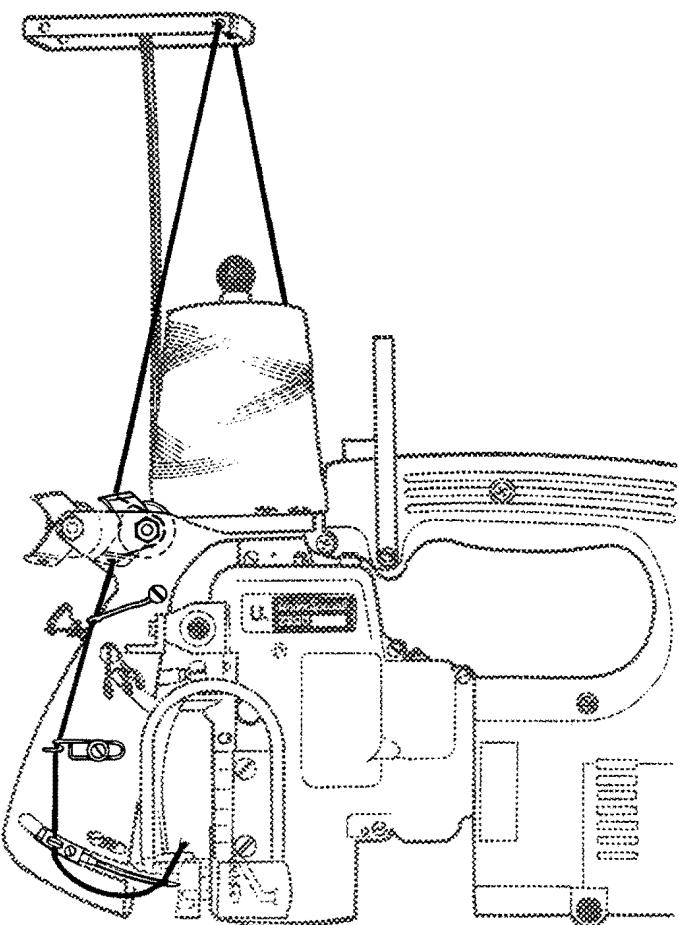

Fig.4
Prüfen Sie die Einfädelung der Maschine. Beachten Sie die Einfädelanleitung Fig. 4 und den Abschnitt "EINFÄDELN".
Thread the machine as shown in Fig. 4.
For threading the looper (double locked stitch machines only) open the hinged cover (A, Fig. 4) and turn motor handwheel in operating direction until the needle is in its lowest position below the throat plate. Reclose hinged cover (A) after threading.
The tension (L, Figs. 4 and 13) controls the looper thread and the tension (N) controls the needle thread. Only a slight tension should be applied on the looper thread. The tension applied on the needle thread depends upon the size of the thread and the thickness of the fabric to be sewn and has to be regulated till the machine sews and chains off perfectly.
The presser foot pressure is regulated with the knurled regulating screw (B, Fig. 4).
Fädeln Sie die Maschine wie in Fig. 4 gezeigt ein.
Zum Einfädeln des Greifers (nur bei Doppelkettenstichmaschinen) öffnen Sie die Verschlußklappe (A, Fig. 4) und drehen am Motor-Handrad in Drehrichtung bis die Nadel in der tiefsten Stellung unter der Stichplatte ist.
Die Spannung (L, Fig. 4 und 13) reguliert den Greiferfaden und die Spannung (N) den Nadelfaden.
Der Drückerfußdruck wird mit der gerändelten Stellschraube (B, Fig. 4) reguliert.
Loosen the screw (D, Fig. 4) for the needle and draw out the needle. Insert the shank of the new needle as far as it will go into the needle seat and with the flat on the shank facing to the front.
Lösen Sie die Schraube (D, Fig. 4) für die Nadel und ziehen Sie die Nadel heraus. Stecken Sie den Kolben der neuen Nadel bis zum Anschlag in den Nadelstift und so, daß die Fläche am Kolben nach vorne zeigt.